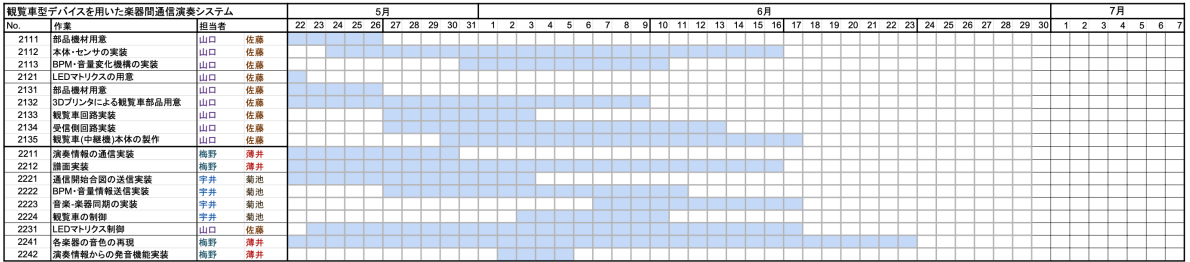
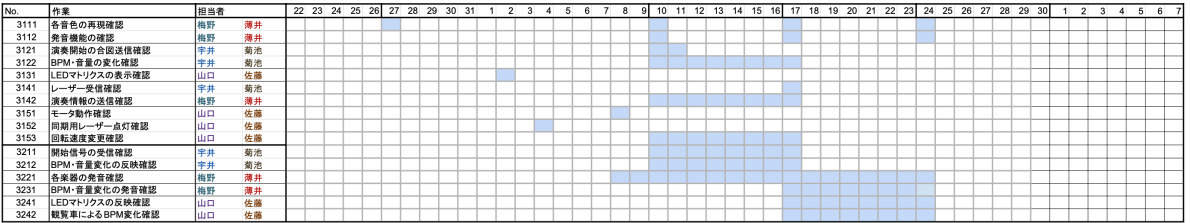

図1 計画段階のガントチャート（実装フェーズ）
図2 計画段階のガントチャート（テストフェーズ）
計画段階のガントチャート (GC) を図 1 (実装フェーズ) および図 2 (テストフェーズ) に示す。
- テストフェーズに移行し、LED マトリックスの反映確認（No.3241）を実施する（図 2 参照）。